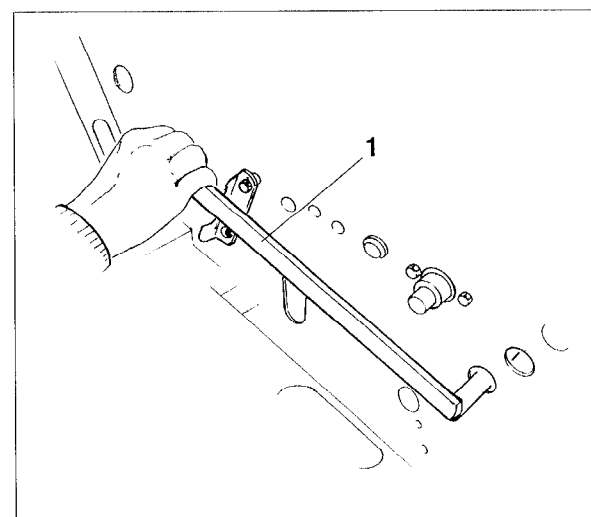

Fig. 7.9
- **D8-60 SUPER** befinden sich zwei Bodenklappeneinstellhebel (Fig. 7.9/1) jeweils an der linken Saatkastenaußenwand.